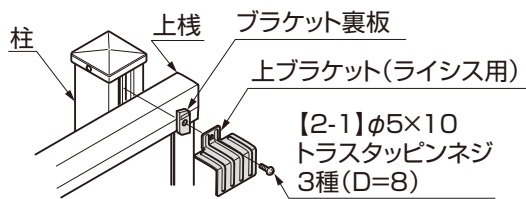
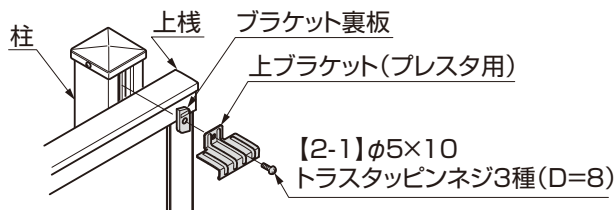

図5-3 図は上段フェンスがライシスフェンスの場合を示しています
図5-4 図は上段フェンスがプレスタフェンスの場合を示しています
- ②①のブラケット裏板を柱の溝に入れ、上ブラケットをフェンス本体上棧に上から押しつけながら【2-1】でしっかりと固定してください。(図5-3、図5-4参照)